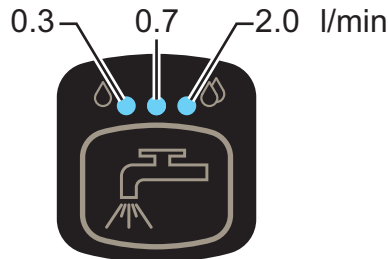

Figure 4
10. Régler le montant de flux du détergent en appuyant sur le bouton (43) selon le besoin, et en fonction du lavage à effectuer. La del allumée correspond à la valeur en litres/minute de solution distribuée tel qu'indiqué à la figure 4. Quand les del sont éteintes, le débit de solution est arrêté.